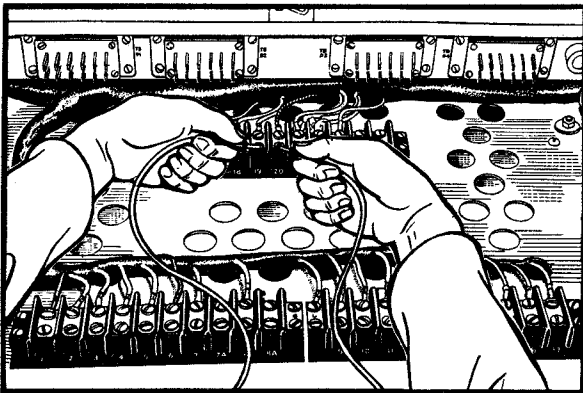

Figure 170
Step 1 (Figures 170 to 175 incl.)